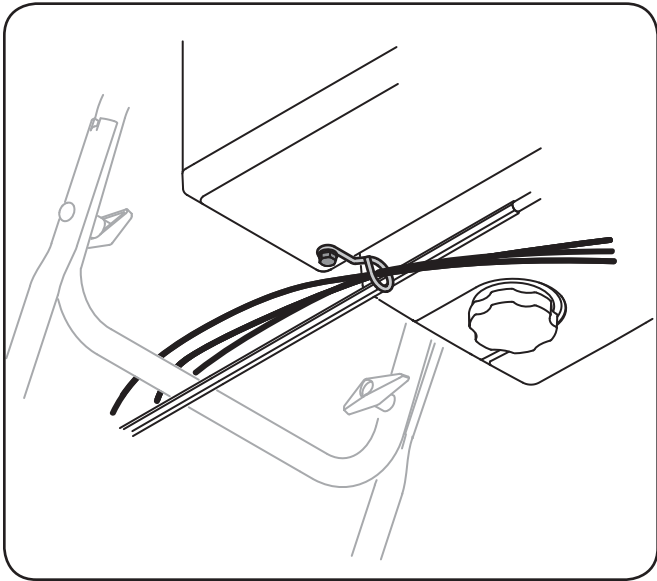

Figure 3-9
7. Vérifiez que tous les câbles sont acheminés dans le guide sur le dessus du moteur. Voir la Figure 3-9.